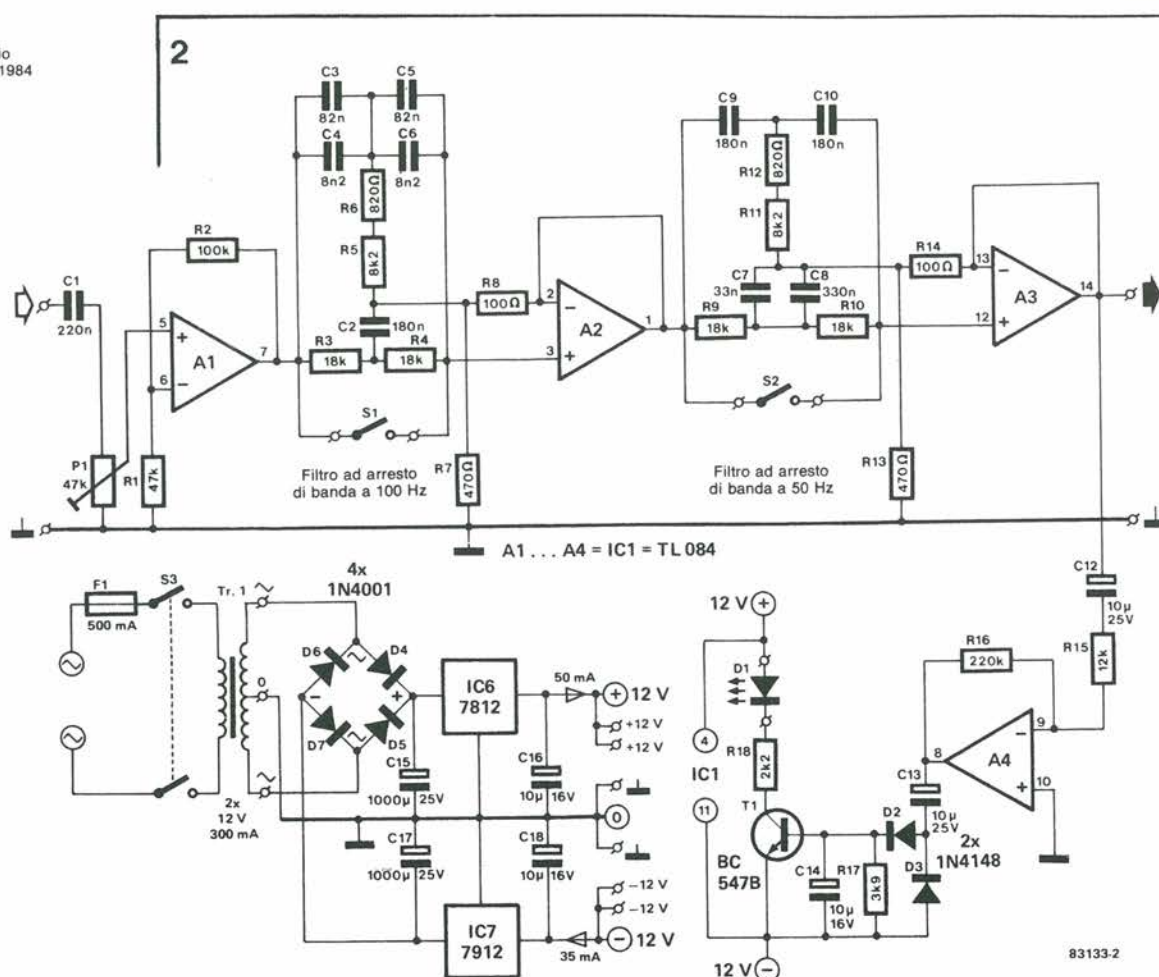
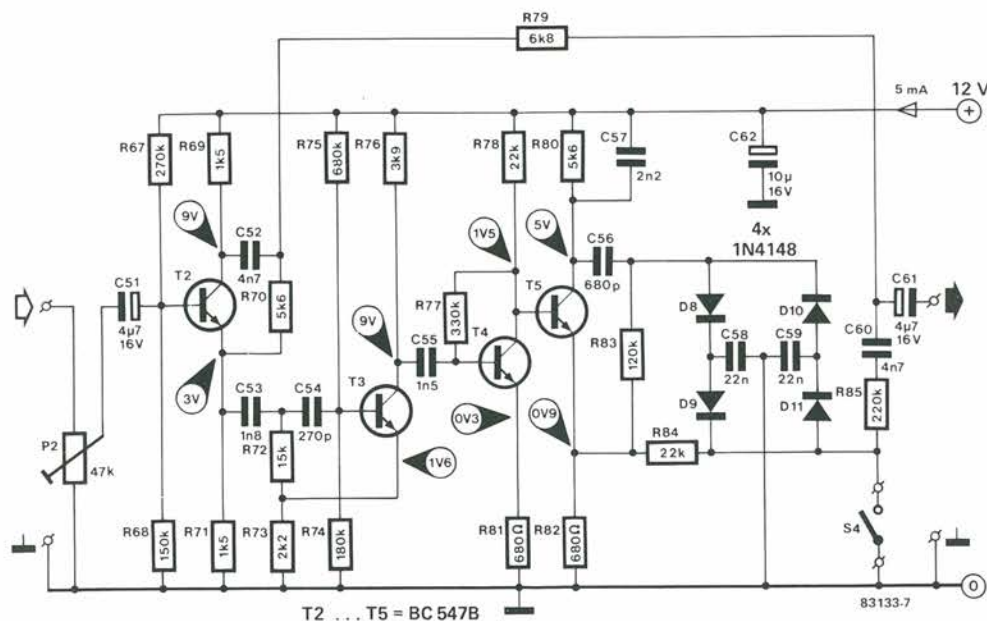

Figura 2. Schema del preamplificatore, dei filtri ad arresto di banda e dell'alimentatore.
Figura 7. Schema elettrico del DNL: sono necessari due di questi circuiti, uno per ciascun canale.
Per ciascuna delle tre parti principali del progetto c'è uno schema elettrico separato: il preamplificatore, i filtri ad arresto di banda e l'alimentatore (Figura 2), il filtro passa-banda attivo a 16 elementi (Figura 3) ed infine gli stadi DNL (Figura 7).
l'attenuatore fisso (F). L'uscita del DNL è formata dalla somma delle uscite dei due canali, che sono naturalmente in opposizione di fase. Per bassi livelli del segnale d'ingresso (U_i), il livello d'uscita (U_1) dello sfasatore è, a parte l'angolo di fase, identico ad U_i . L'uscita U_2 del filtro passa-alto contiene soltanto la parte ad alta frequenza di U_i . I segnali U_1 ed U_2 sono, come già detto, in opposizione di fase, cosicché, se essi vengono sommati, il contenuto di alte frequenze di U_i viene annullato. Il risultato sarà perciò quello di un filtro passa-basso. Quando il livello del segnale d'ingresso aumenta, diventa operativo l'attenuatore variabile del canale superiore, riducendo il contributo di U_2 al segnale di uscita U_o . La parte ad alta frequenza di U_i non viene allora più soppressa (od almeno il grado di soppressione è minore) ed U_o tenderà a rassomigliare sempre di più ad U_i . Tornando allo schema elettrico (vedi Figura 7), l'amplificatore d'ingresso (transistore T2 insieme a C52 ed R70) forma lo sfasatore. L'uscita dello sfasatore è inviata all'uscita DNL tramite l'attenuatore fisso R70/R79. Il filtro attivo passa-alto, composto da C53, C54, T3 ed R72...R76, è seguito dall'amplificatore T4 e dall'attenuatore variabile formato da T5 (con i relativi componenti). Sia il collettore che l'emettitore di T5 inviano un segnale al ponte a diodi D8...D11. I condensatori C58 e C59 vengono caricati alla tensione di emettitore tramite R83/D8 e, rispettivamente, R84/D11. Se il livello del segnale audio è inferiore alla tensione di conduzione dei diodi, questi non condurranno. Il segnale proveniente da T5 viene allora inviato direttamente all'uscita del DNL, dove viene sommato al segnale proveniente dallo sfasatore. Poiché i due
Schema: Figura 7